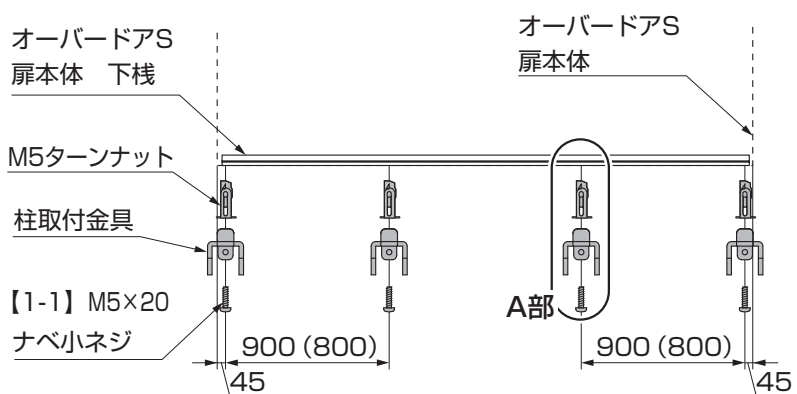
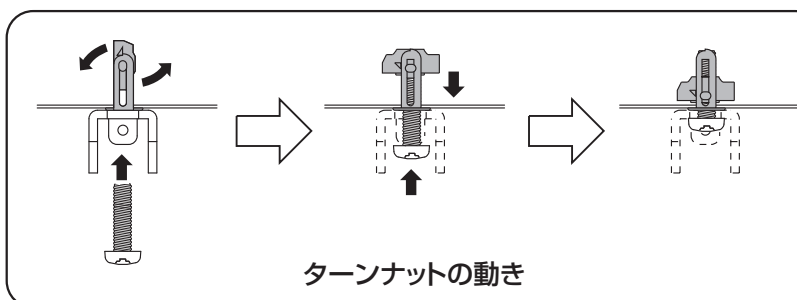

図2-1
図2-2 A部詳細図
- ①φ9の穴を扉本体の下枠のV溝部分に4箇所あけてください。（図2-1、図2-2参照）
- ②柱取付金具を下枠にM5ターンナットと【1-1】で取付けてください。